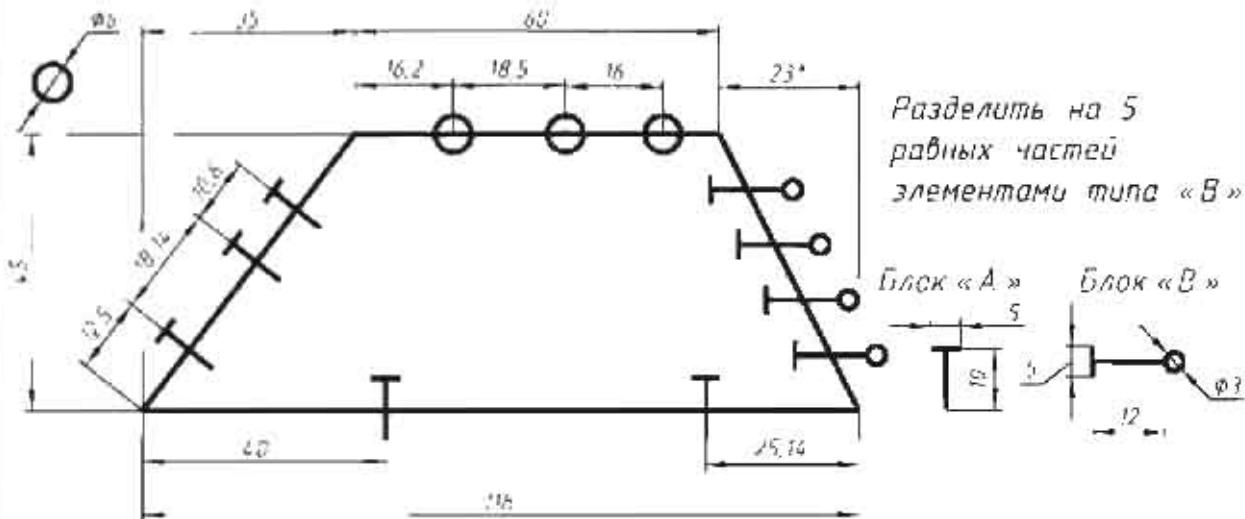

Рис. 10.3 Чертеж схемы к третьему заданию
10.2.3. Начертить схему, приставить размеры (рис. 10.3):